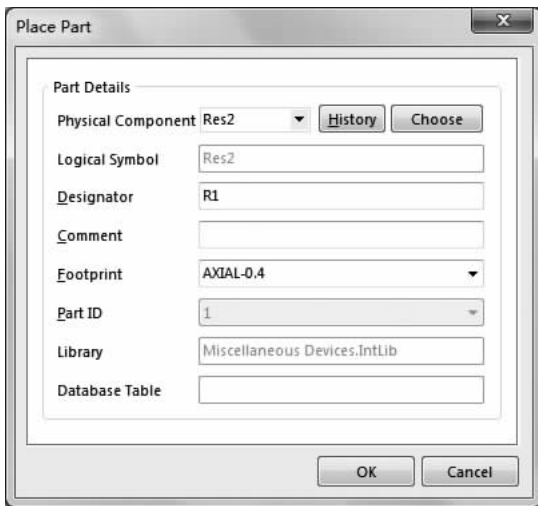

图 2-27 “Place Part”对话框
(1)执行“Place”→“Part”菜单命令,打开如图 2-27 所示的“Place Part”对话框。